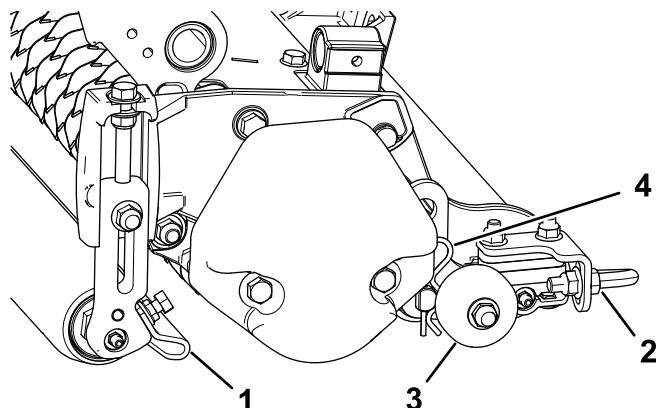

Figura 11
- Afloje las tuercas que sujetan los rascadores de rodillo (Figura 11).
Antes de bajar los molinetes de verticorte al suelo del taller o de desmontarlos de la unidad de tracción, baje los rodillos de transporte (Figura 11) para proteger las cuchillas del contacto con una superficie dura.